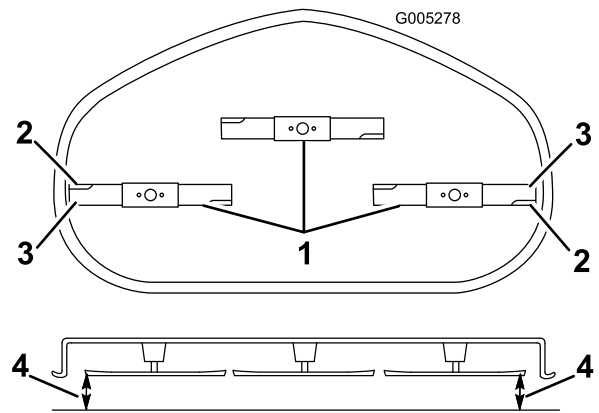

Figure 47
- Faites pivoter les lames avec précaution pour qu'elles soient toutes parallèles (Figure 47).
- Mesurez la distance entre les tranchants extérieurs et la surface plane (et Figure 47). Si les deux mesures diffèrent de plus de 5 mm (3/16"), un réglage s'impose. Poursuivez la procédure.